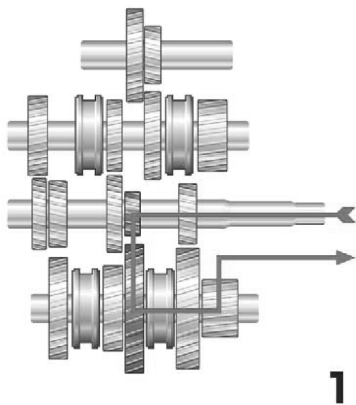

图 3-24 1 档动力传递
1) 1 档 动力→传动轴→传动轴 1 档齿轮→输出轴 1 档齿轮 11→输出轴上 1、2 档同步器→输出轴→动力输出, 如图 3-24 所示。